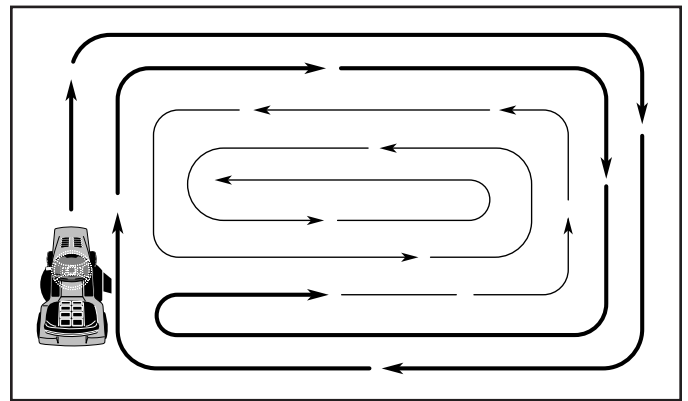

Fig. 24
- Al segar las áreas grandes, empiece girando a la derecha de modo que los recortes se descarguen, alejándose de los arbustos, cercos, entradas de automóviles, etc. Después de una o dos vueltas, siegue en la dirección opuesta, haciendo virajes a la izquierda, hasta que termine (Vea Fig 24).